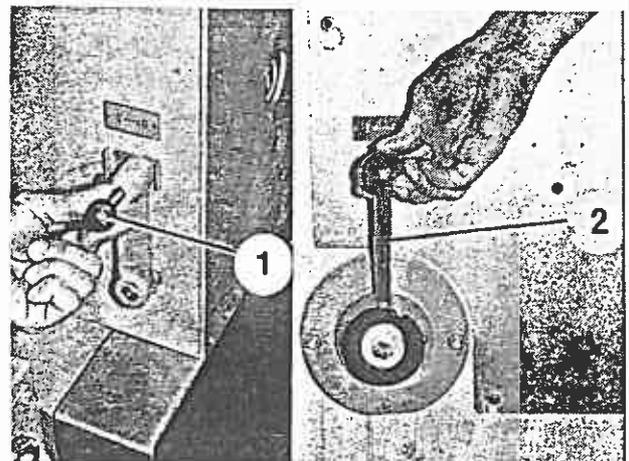

Bild 104
2. Antrieb der Dosierung am Hebel (Bild 104/1) bzw. bei Maschinen mit Schneckentrog am Kupplungshebel (Bild 104/2) ausschalten.